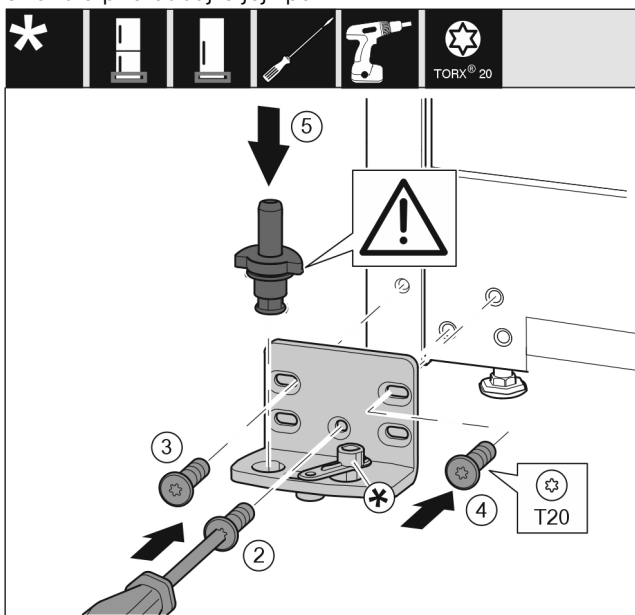

Fig. 16
- ▶ Nasadte stojan ložiska na druhé straně a přišroubujte pomocí šroubováku. Začněte šroubem Fig. 16 (2) dole uprostřed.
- ▶ Utáhněte šroub Fig. 16 (3) a šroub Fig. 16 (4).
- ▶ Zcela vložte ložiskový čep Fig. 16 (5). Přitom dávejte pozor, aby zajišťovací vačka směřovala dozadu.